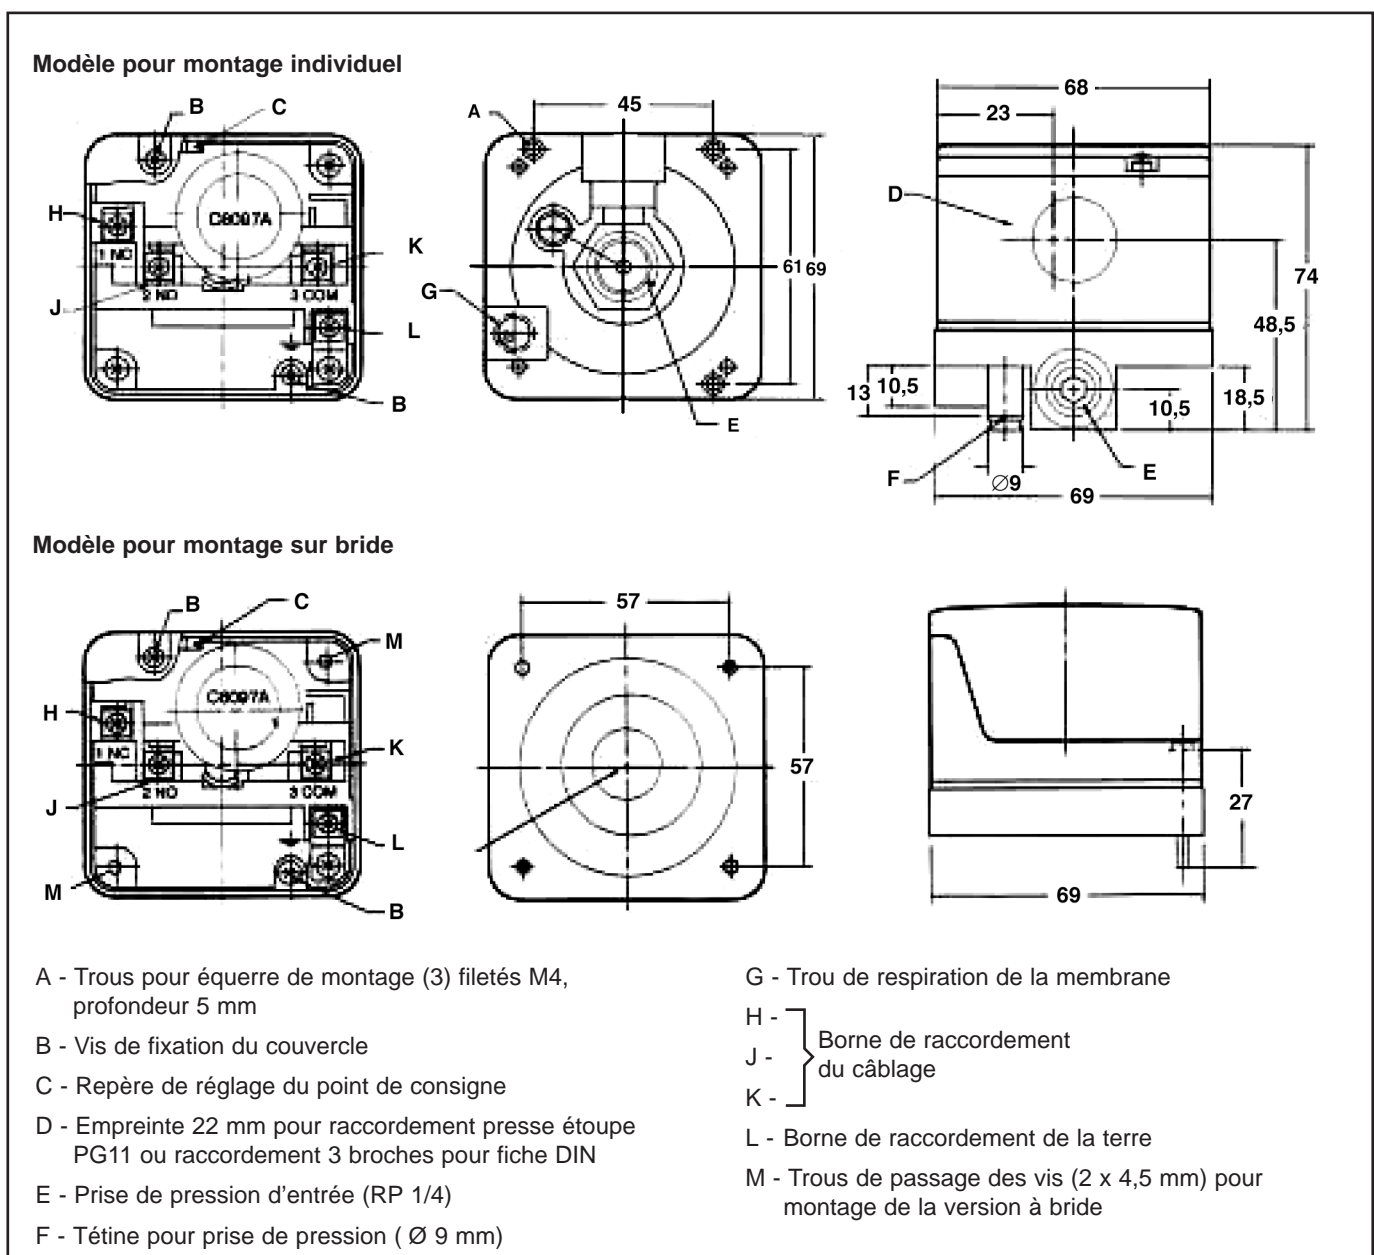

Figure 1 - Encombrement et schéma de montage
Se reporter à la figure 1
S'assurer que la poussière ou l'humidité ne puisse pas pénétrer dans le raccordement ouvert prévu pour la ventilation (G figure 1).
- 2 - Emboîter le tube de l'appareil de mesure de pression sur la prise de pression (fig. 1 F)